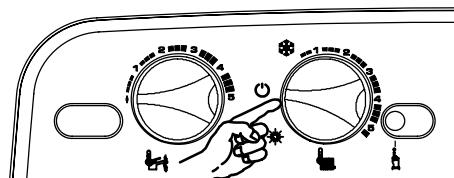

Fig. 5.50 Tablero de mandos
- 6 Para devolver a la caldera a su funcionamiento habitual, poner el selector de función/manivela de regulación de la temperatura de calefacción como indica la Fig. 5.50
- 6 Para devolver a la caldera a su funcionamiento habitual, poner el selector de función/manivela de regulación de la temperatura de calefacción como indica la **Fig. 5.50**